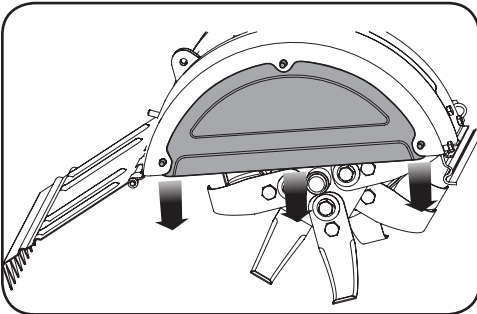

Figura 4-6
- 2. Saque el cubierto de los dientes de la máquina por el base. Vea la Figura 4-6.